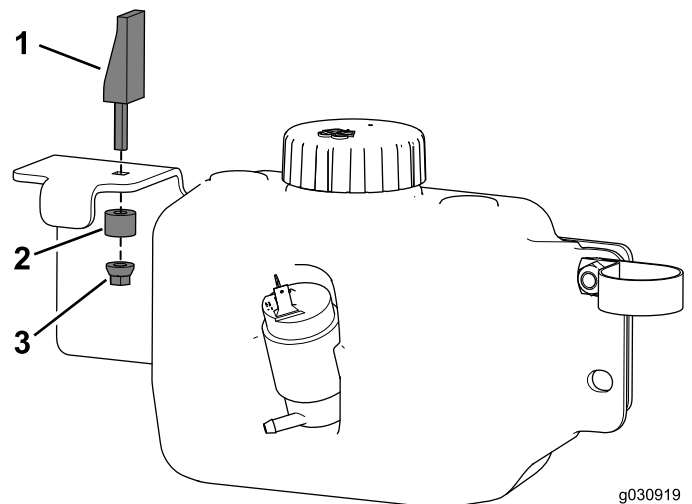

Figura 35
- Instale el cierre de expansión en el soporte del depósito (Figura 35).